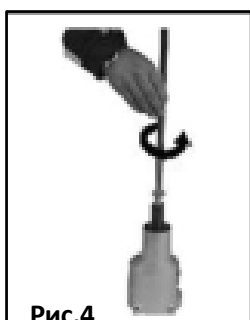

Рис.4
Рис.4а
- Соедините насадку с миксером, закрутив резьбовое соединение по часовой стрелке (Рис.4,4а). Используйте гаечные ключи (входят в комплект) для надежной фиксации насадки.